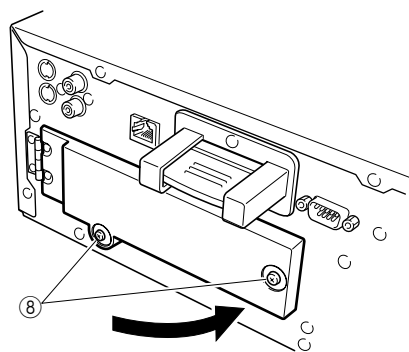

Fig. 12
- h. Close the HDD Slot Door and tighten the 2 screws (⑧) on the HDD Slot Door. (Fig. 12)
- h. HDDスロットドアを閉じて、⑧のネジ2本をしめます。(Fig. 12)